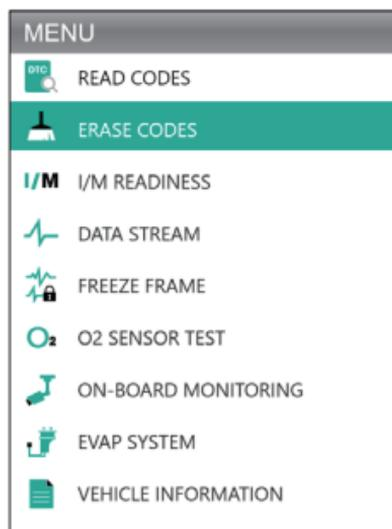

Figura 3.3.1
1. Selecciona el Icono Borrar códigos (Ver la Figura 3.3.1) y presiona [OK]